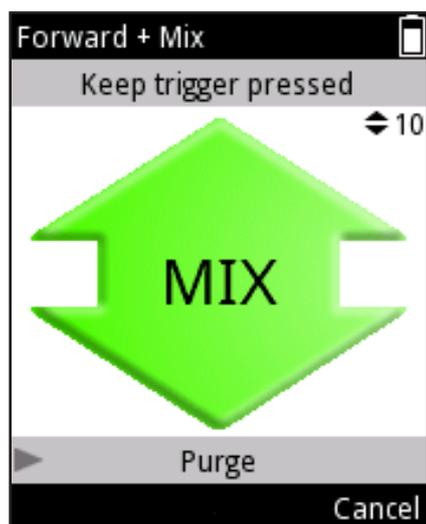

图 D29.
6. a) 用户控制混合类型：只要按下触发器，大约70%的总体积就会被移走 (图 D29)。